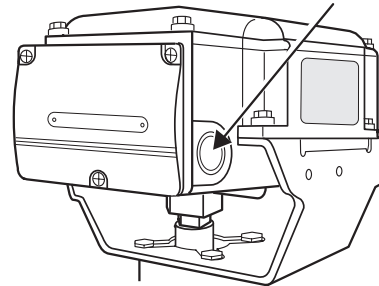

图 9 配线端口用脱模孔
- 2) 为了将电线引入执行器，请开一个脱模孔作为配线端口使用。在执行器端子板的两侧有两个脱模孔：每一侧各有一个 $\phi 22$ mm的脱模孔。根据导管安装方向选择一个脱模孔，使用螺丝刀轻轻将其打通。（参照图9）